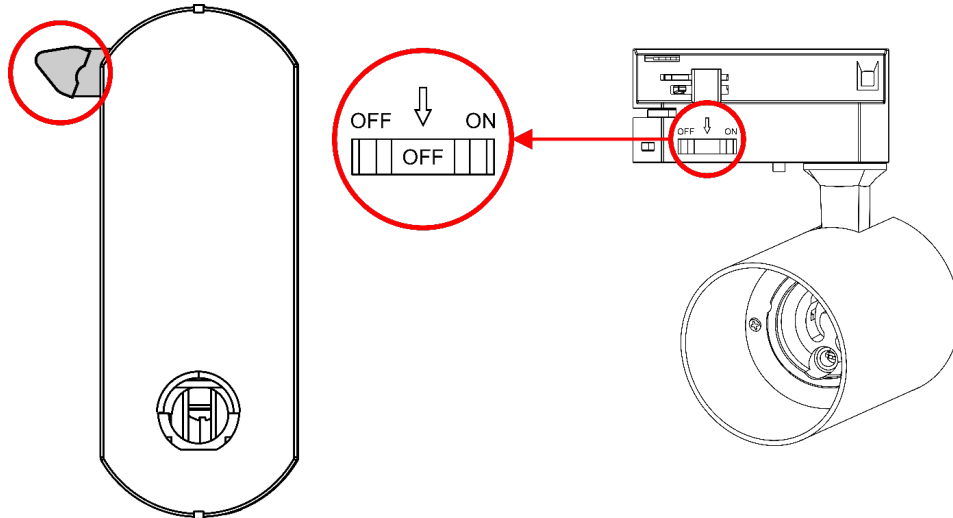

Abb. 06
- 02) Vergewissern Sie sich, dass der **Netzschalter (05)** auf AUS steht und die **Schienensperre (06)** entriegelt ist, wie in Abb. 06 dargestellt.